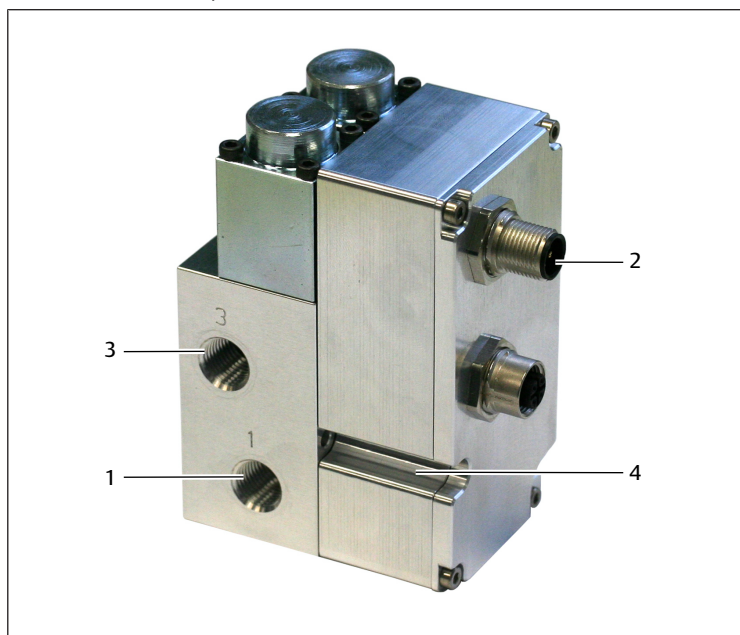

Fig. 1: Attacco pneumatico
- ▶ Inserire la vite nel foro passante del corpo e stringerla. Vedere → Fig. 1. Coppia di serraggio: max. 25 Nm